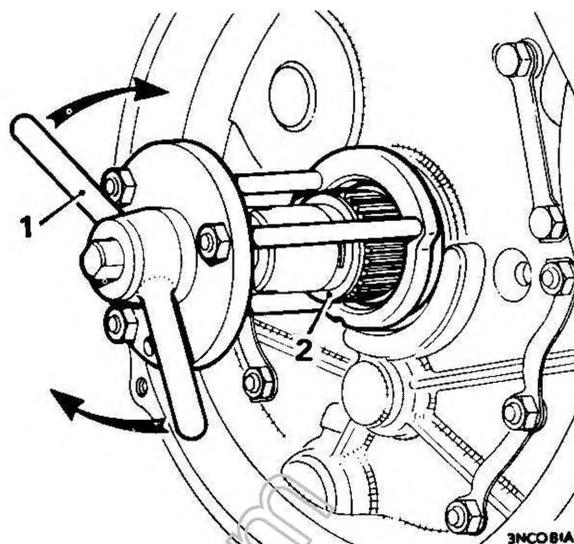

Fig. A.28
13. Imboccare il corpo dell'attrezzo 18G 1068B sull'albero a gomiti ed avvitare in senso orario il dado ad alette. Fig. A.28. Il paraolio raggiunge la sua giusta posizione di montaggio quando la base dell'attrezzo si porta a con-tatto con il labbro del foro dell'allog-giamento.